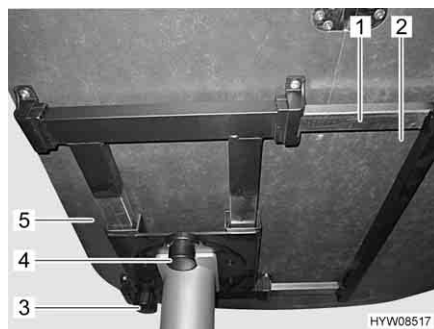

Fig. 37 Tavolo fisso (dal basso)
- Sollevare leggermente la parte laterale del piano del tavolo (Fig. 37,2) e tenerla ferma in questa posizione.
- Afferrare la parte centrale della traversa di collegamento delle guide di appoggio (Fig. 37,1) e spingerla fino all'arresto, avendo cura di spostarla simmetricamente rispetto alle guide.
- Sollevare la parte laterale del piano del tavolo (Fig. 37,2) e tenerla ferma in questa posizione.
- Afferrare la parte centrale della traversa di collegamento delle guide di appoggio (Fig. 37,1) ed estrarla fino all'arresto, avendo cura di spostarla simmetricamente rispetto alle guide.
- Svitare la vite a testa cilindrica zigrinata (Fig. 37,3).
- Spingere il piano del tavolo (Fig. 37,5) nella posizione desiderata.
- Premere il tasto (Fig. 37,4) del bloccaggio.
- Ruotare il piano del tavolo (Fig. 37,5) nella posizione desiderata.